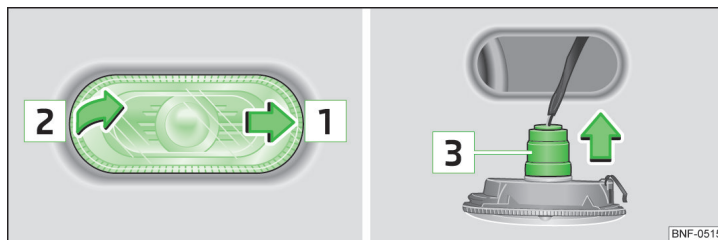

Fig. 131 Venstre side af bilen op: Udskiftning pære vip blinklygten
- Skub sideblinklygten i pilens retning **1** » Fig. 131 (spejlvendt på højre side af bilen).